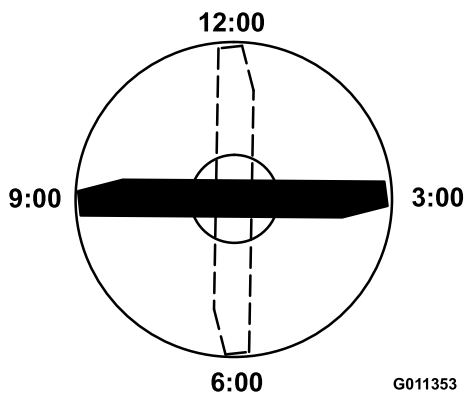

Figura 95
4. Orientate il tagliante dell'estremità marcata della lama sulle ore 12 (esattamente in avanti, nel senso di falciatura) (Figura 95) e misurate l'altezza tra il banco e il tagliante della lama.
5. Ruotate l'estremità marcata della lama sulle ore 3 e sulle ore 9 (Figura 95) e misurate le rispettive altezze.